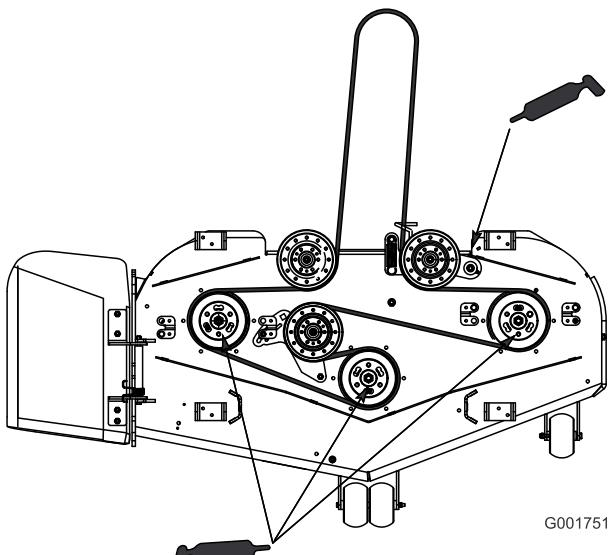

Figura 30
3. Engrase los puntos de engrase de los cojinetes de los tres ejes (Figura 30).
4. Engrase el pivote de la polea tensora (Figura 30).